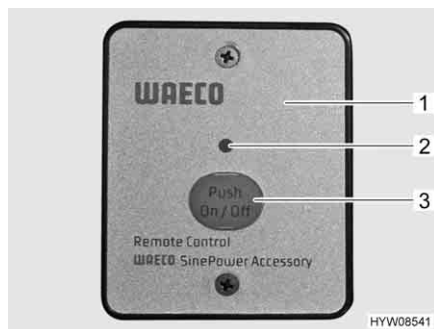

Fig. 108 Interruttore esterno (invertitore)
- Premere il tasto "On/Off" (Fig. 108,3). Il LED (Fig. 108,2) si accende.
- Premere il tasto "On/Off" (Fig. 108,3). Il LED (Fig. 108,2) si spegne.